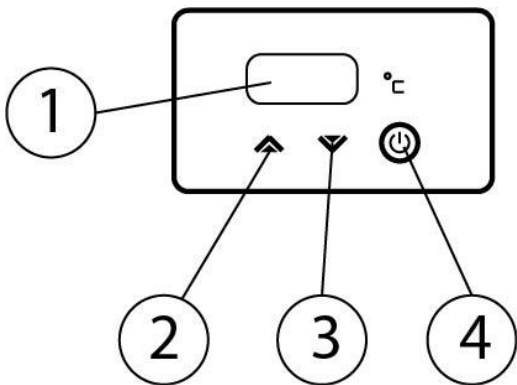

Рисунок 5. Панель керування водонагрівача
6. Увімкнути водонагрівач кнопкою 4 (див. рисунок 5)